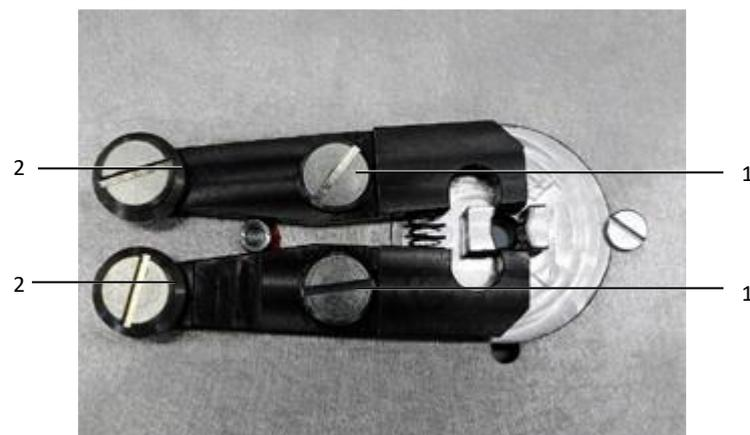

Abb. 10: Leiterhalte- zange
- Ölen Sie die Leiterhalte- zange an den Drehpunkten (Abb. 10, Pos. 1) und an den Berührungsf lächen (Abb. 10, Pos. 2) der Laufrollen.